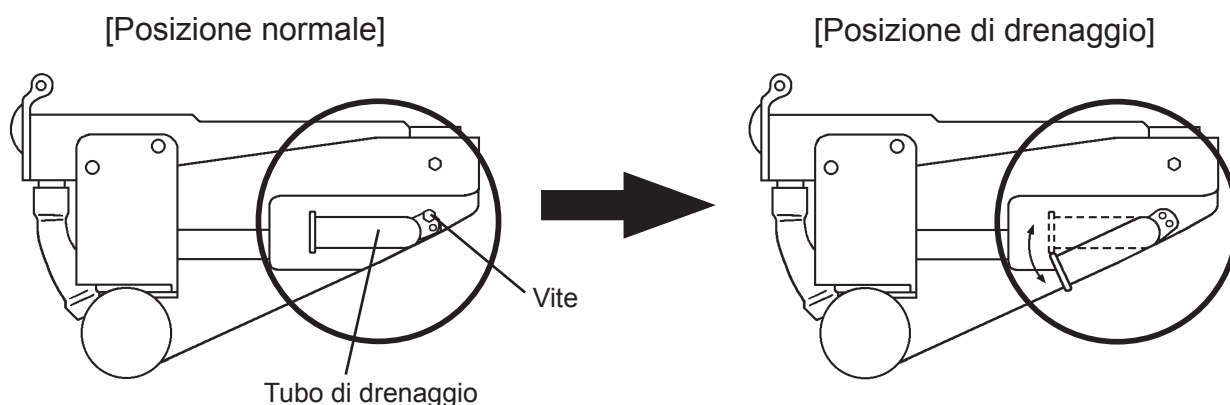

Fig. 11
- 1) Rimuovere la vite situata sulla parte anteriore del serbatoio dell'acqua. Posizionare il tubo di drenaggio del serbatoio nella posizione di drenaggio (vedere Fig. 11). Fissare il tubo di drenaggio del serbatoio con la vite.